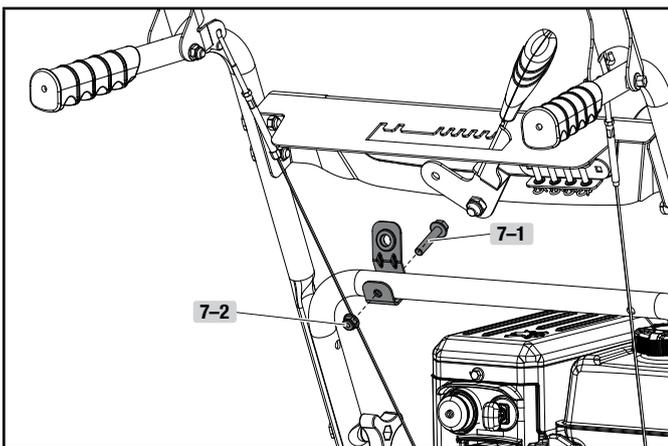

Figure 7
3. Le support de la goulotte de décharge doit être placé vers l'avant montré (pour placement correct). Ne pas trop serrer. Relier guide de la goulotte de décharge pour abaisser la poignée avec 1 boulon (7-1) et 1 écrou de blocage (7-2). (figure 7)